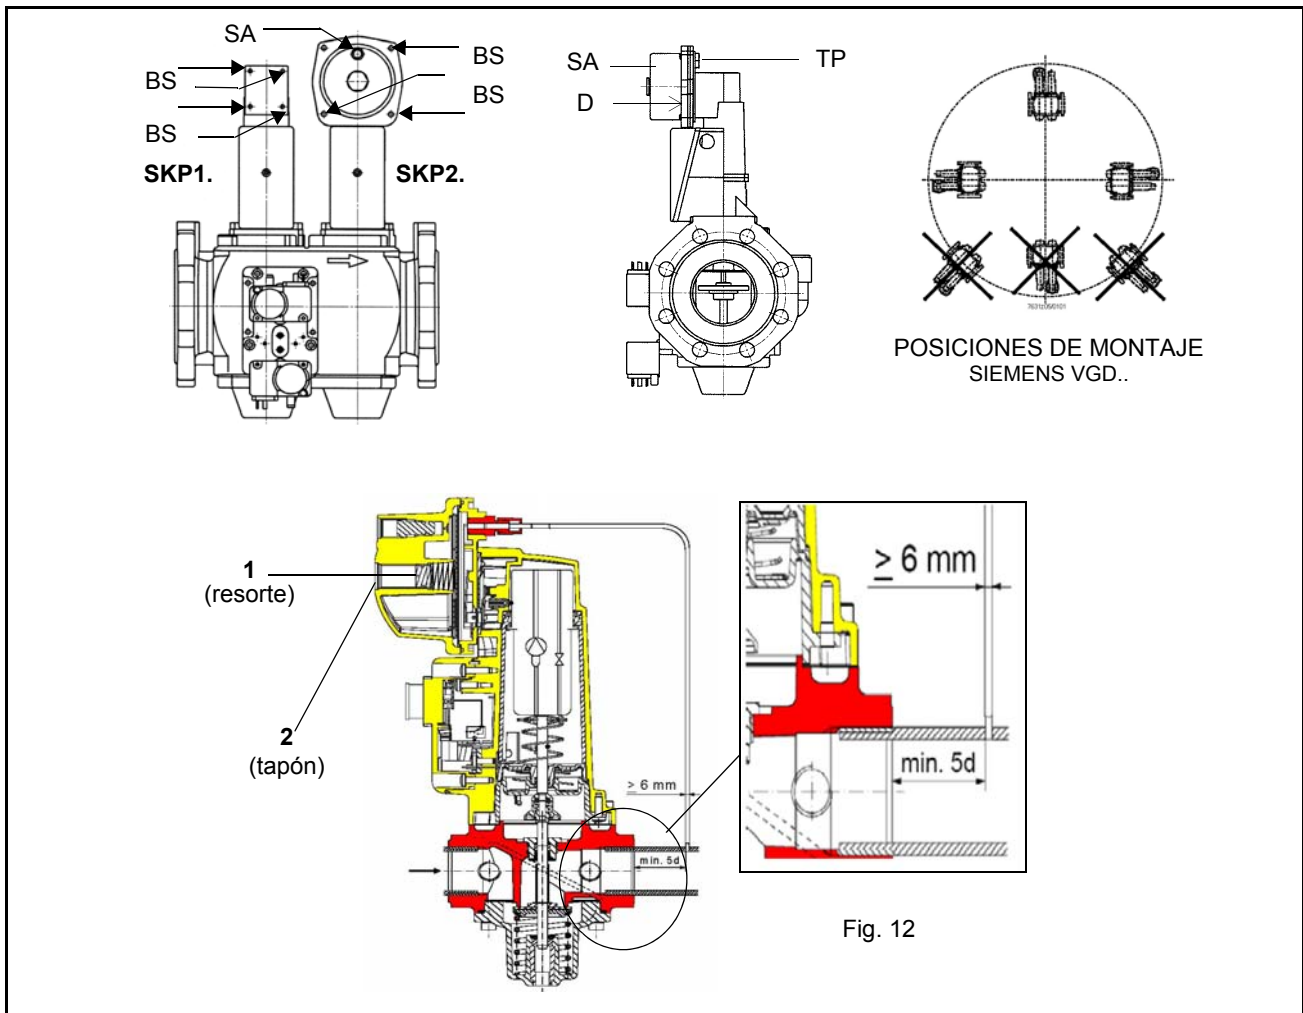

Fig. 12
**⚠ Nota: el diafragma D del SKP2 tiene que ser vertical (vedi Fig. 12).**